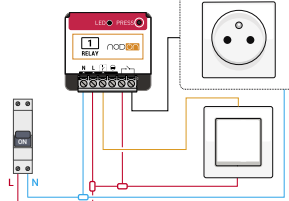

Bild 2
- 3 Verkabeln Sie das Modul wie in Bild 2.